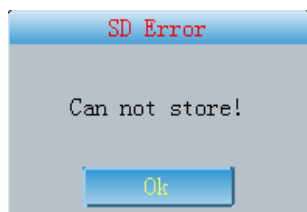

Fig. 7-30
(2) Si selecciona el modo "Only store" (sólo almacenamiento), cuando no haya tarjeta SD o se produzca un error de funcionamiento de la tarjeta SD, aparecerá el mensaje de la Fig.7-30 para indicar a los usuarios que el almacenamiento está desactivado debido a un error de la tarjeta SD.